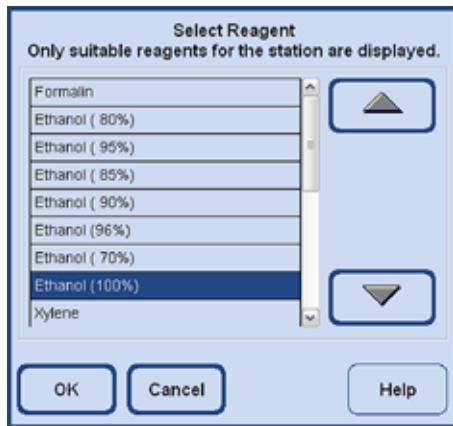

Fig. 169
- Agora o reagente que deve encher o frasco (o reagente contido na estação externa) deve ser selecionado (Fig. 169).